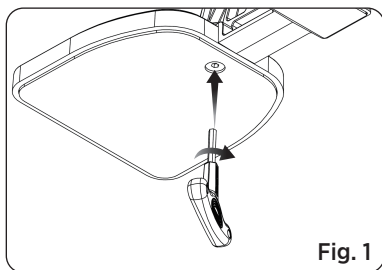

Fig. 1
1. Wyrównaj śruby mocujące zabezpieczające przed upadkiem z otworem montażowym i użyj klucza, aby mocno dokręcić podstawę do ostrzenia do głównego stojaka. (Patrz Fig. 1)